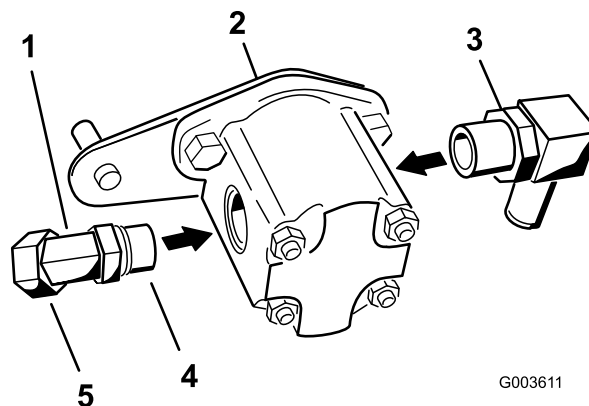

図 18
2. 45度の角エルボを油圧ポンプの側部に取り付ける 図 18。